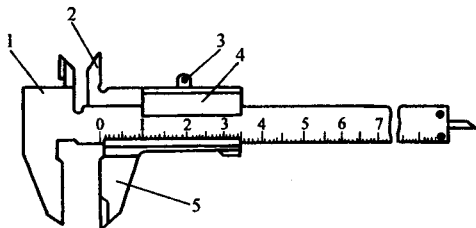

图 1-18 游标卡尺
2) 游标卡尺 用以测量工件的外径、孔径、长度、宽度、深度和孔距等，是一种中等精度的常用量具，其结构形状见图 1-18。这种卡尺由尺身和游标两部分组成。尺身上的刻度每 1 小格为 1mm，游标上的刻度每 1 小格为 $9/10\text{mm}$ 、 $19/20\text{mm}$ 或 $49/50\text{mm}$ 。当内、外量爪分别合拢时，尺身、游标上的零线相重合；当内外量爪分开时，尺身、游标刻线即相对错动。测量时，根据尺身、游标相对错动位置，在尺身上读出 mm 的整数，在游标上读出 mm 的小数。